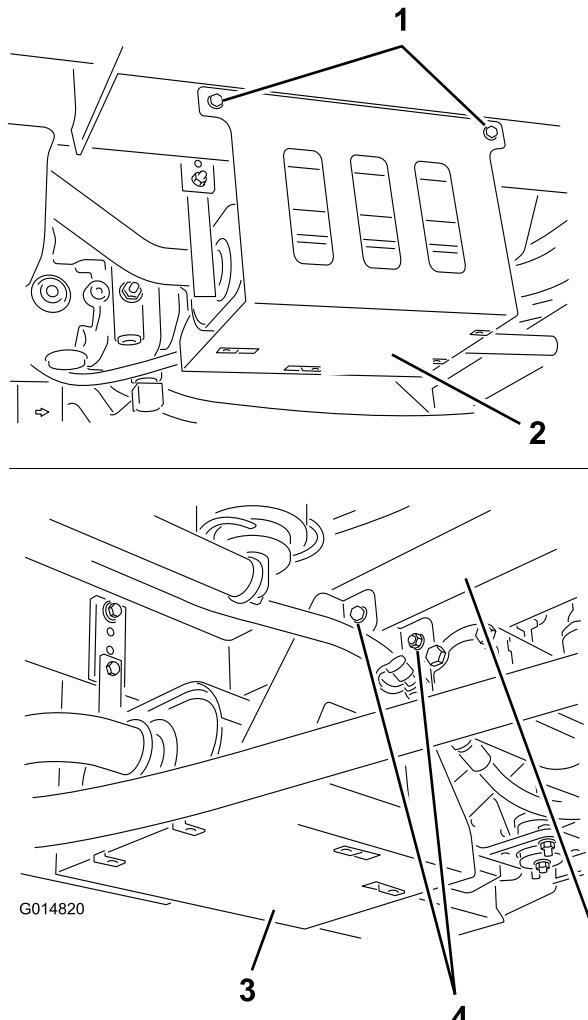

Bild 2
2. Befestigen Sie das Wärmeschutzblech des Auspuffs mit zwei Blechschrauben und zwei Sechskantschrauben und den Sechskantmuttern am Rahmen und an der Querstrebe (Bild 2).